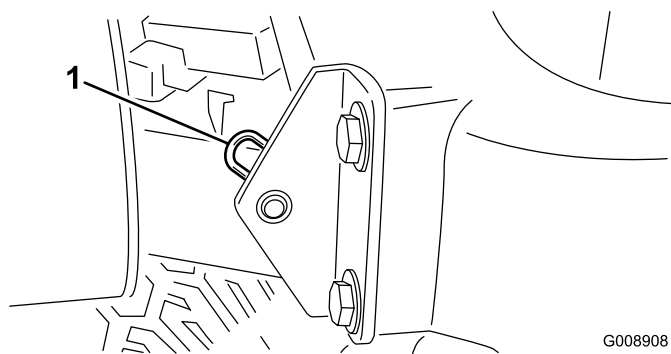

Figura 29
2. Togliete la coppia che fissa il perno del cofano alle staffe di montaggio (Figura 29).